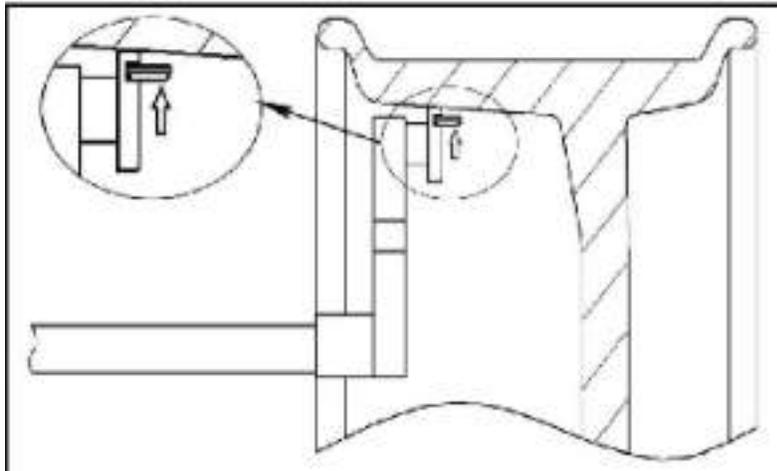
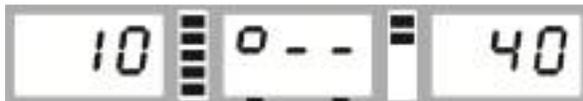

Fig. 26
Fig. 27
2.1 Rote la llanta con la mano hasta que la barra de LEDs de la izquierda esté repleta (Fig. 25), ponga el peso adecuado en la cabeza del calibrador (Fig. 26), jale hasta que la pantalla aparezca como en la Fig. 27, pegue el contrapeso al rin.
2.2 Rote la llanta con la mano hasta que la barra de LEDs de la derecha esté repleta (Fig. 28), ponga el peso adecuado en la cabeza del calibrador (Fig. 26), jale hasta que la pantalla aparezca como en la Fig. 29, pegue el contrapeso al rin.